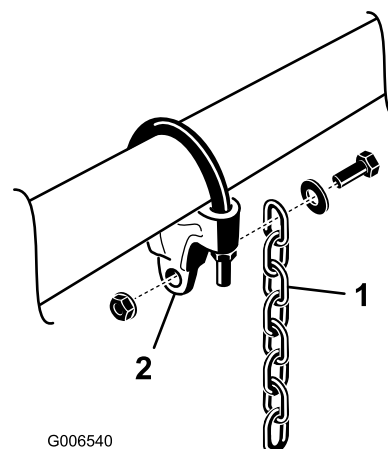

Figure 7
5. Montez une chaîne de levage sur chaque support de chaîne avec une vis, une rondelle et un écrou, en positionnant l'ensemble comme illustré à la Figure 7